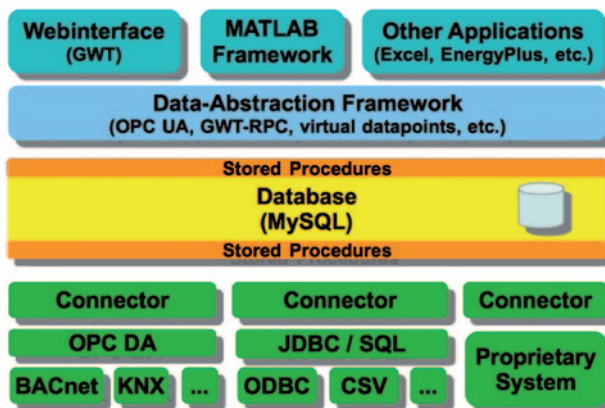

Abb. 4: Grundstruktur von MOST. An Open-Source, Vendor and Technology Independent Toolkit for Building Monitoring, Data Preprocessing and Visualization
Im Bereich der Monitoringsoftware gibt es eine starke Open Source Szene. So hat die TU Wien das MOST – Monitoring Systems Toolkit entwickelt. Die Abbildung 4 + 5 zeigen den Aufbau von MOST in groben Zügen und das Web-Interface.
Abb. 4: Detail B, Strohhaußenwand im Anschlussbereich Zwischendecke (o.M.); betrachtete Bereiche schwarz markiert; (1) Stroh gesamt, (2) Stroh außen, (3) Holzfaserdämmplatte, (4) KLH-Holz Platte außen, (5) Außenputz
Als typische und relevante Untersuchungsgebiete wurde die lasttragende Strohballenwand im Anschlussbereich der Bodenplatte und im Bereich der einbindenden Decke (Abbildung 4) für die Nord-West Fassade (Hauptwetterseite und geringe Sonneneinstrahlung) betrachtet. Die Untersuchung des hygrothermischen Bauteilverhaltens erfolgte durch instationäre 2D-Simulation mittels WUFI.